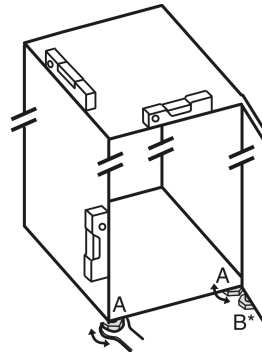

Fig. 4
- ▶ Odvrtite podesive nožice Fig. 4 (A) priloženim viličastim ključem i libelom prema van dok uređaj ne stoji čvrsto i ravno.
- ▶ Odvijte podesivu nožicu Fig. 4 (B) na podlošku ležaja priloženim viličastim ključem dok se ne podupre o pod.
- ▶ Nastavite okretati podesivu nožicu Fig. 4 (B) za 90°.